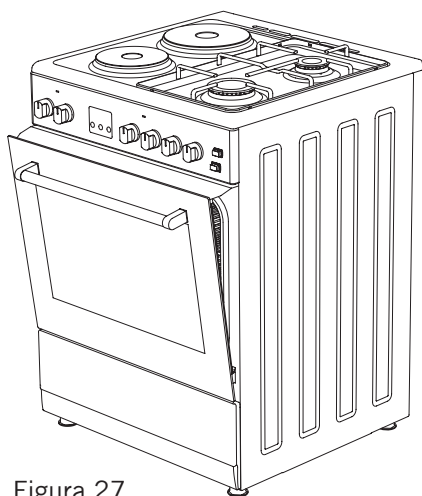

Figura 27
3. E, em seguida, fixe o painel de segurança entre o forno e a porta da frente fechando a tampa do forno com cuidado. (Figura 27)